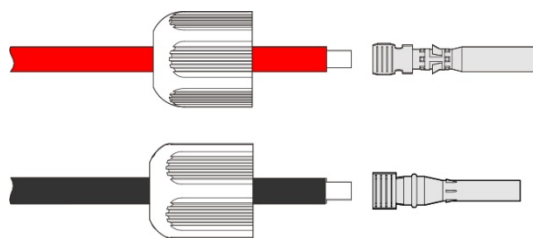

Figura3-17 Crimpe os terminais de metal
- Etapa 2** Solte as porcas de segurança dos conectores positivos e negativos, passe os fios positivos e negativos pelas contraporcas correspondentes e crimpe os fios positivos e negativos nos terminais metálicos positivos e negativos, respectivamente e depois verifique se os fios positivos e negativos estão crimpados firmemente, como exibido na Figura3-17.